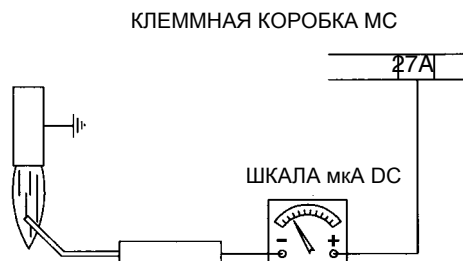

Рис. 13
- Проверить контрольные электроды, почистить, отрегулировать и, при необходимости, заменить. В случае, если имеются сомнения, проверить контур улавливания пламени после запуска горелки, следуя схемам на Рис. 13 - Рис. 14.
Чтобы проверить ток у контрольного электрода, следуйте схемам на Рис. 13 - Рис. 14. Если электрический импульс ниже указанного значения, проверьте положение контрольного электрода, электрические соединения и, при необходимости, замените электрод.